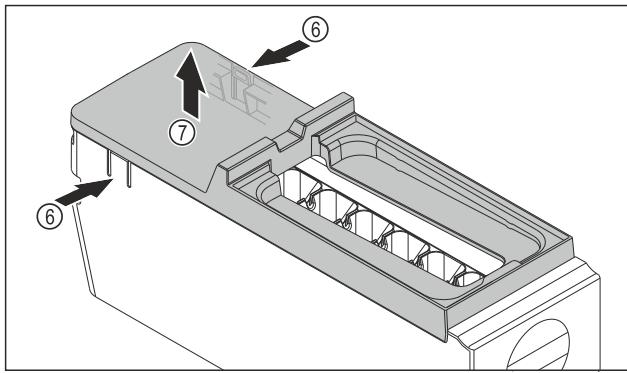

Fig. 79
- Odstráňte kryt korpusu EasyTwist-Ice: strmene Fig. 79 (6) na oboch stranach korpusu EasyTwist-Ice zatlačte rukou.
- Kryt Fig. 79 (7) odoberte druhou rukou smerom nahor.